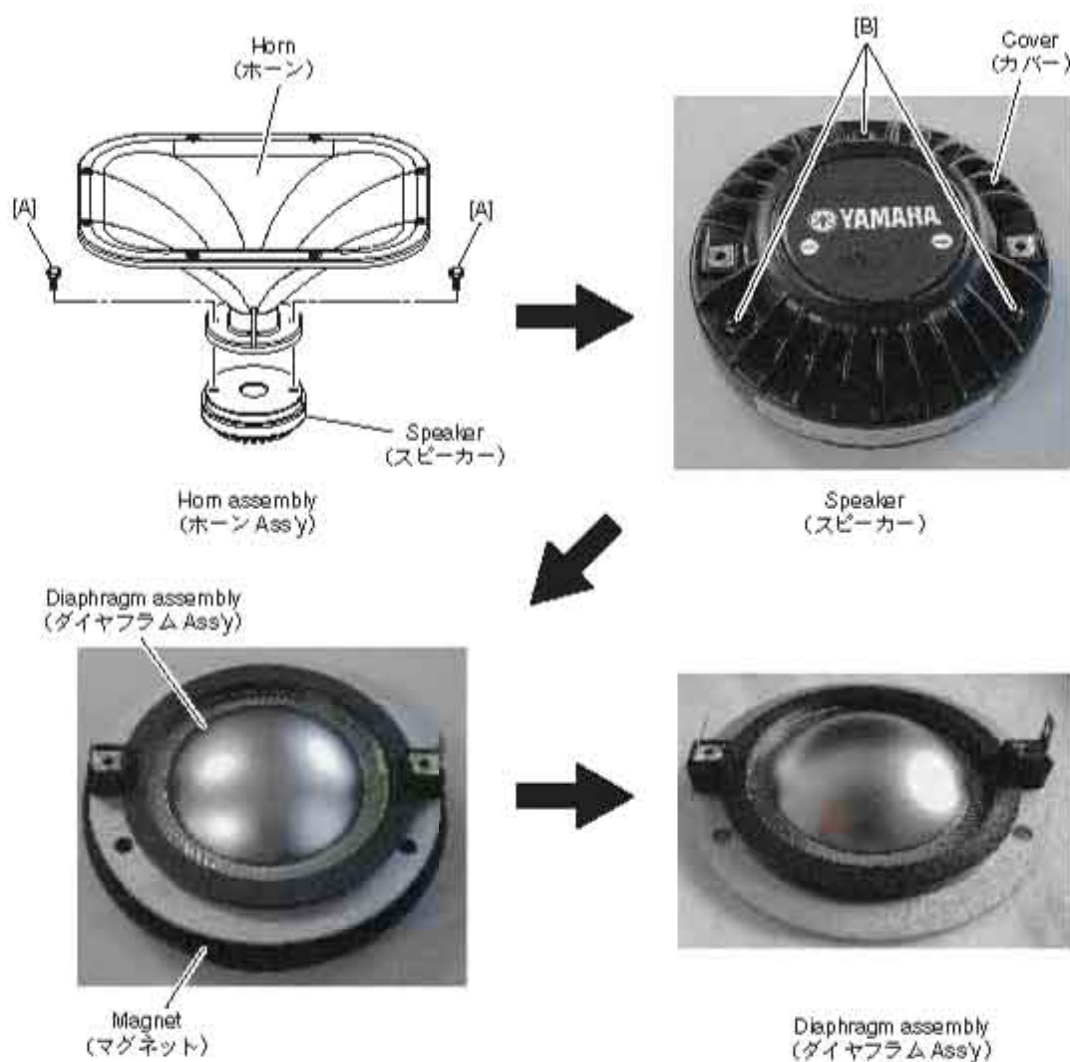

Fig. 6 (図 6)
3-5-1 Remove the two (2) hexagonal head bolt marked [A], (Fig. 6)
The horn and the speaker can then be separated. (Fig. 6)
3-6-1 Remove the three (3) screw marked [B], and remove the cover from the speaker. (Fig. 6)
The diaphragm assembly and the magnet can then be separated. (Fig. 6)
3-5-1 [A] の六角ボルト 2 本を外して、ホーンとスピーカーに別けます。(図 6)
3-6-1 [B] のネジ 3 本を外して、スピーカーからカバーを外します。(図 6)
ダイアフラム Ass'y とマグネットを別けます。(図 6)